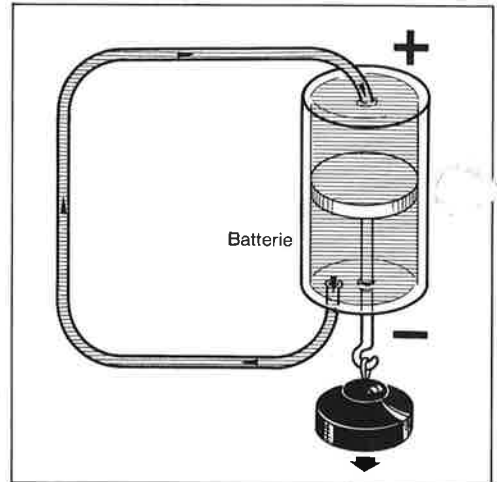

Abb. 4
Bei unseren ersten Versuchen haben wir vom „fließenden Strom“ und vom „Stromkreis“ gehört. Da man elektrischen Strom (Elektrizität) nicht sehen kann, wollen wir ersatzweise Wasser als bekanntes und sichtbares Element hinzuziehen. Ähnlich wie das Wasser durch einen Schlauch fließt, fließt auch der Strom durch unsere Verbindungskabel. Je dicker der Schlauch, um so mehr Wasser kann fließen. Das gleiche gilt auch für den elektrischen Strom. Das Wasser in unserer Wasserleitung fließt jedoch nur dann, wenn es durch Druck (z. B. eine Pumpe) in Bewegung gesetzt wird. Die Wassermenge, welche am Ende einer Wasserleitung herausfließt, muß am Anfang hineingepumpt werden. Während Wasser nicht unbedingt einen Wasserkreislauf benötigt, sondern auch „auslaufen“ kann, ist für den fließenden Strom ein „Stromkreis“ unbedingt erforderlich. Wir wollen die Verhältnisse im elektrischen Stromkreis mit denen in einem Wasserstromkreis gemäß Abb. 4 vergleichen: Wir sehen einen Glasbehälter mit beweglichem Kolben. Der Kolben unterteilt den Glaszylinder in eine obere und eine untere Kammer, wobei beide Kammern mit Wasser gefüllt sind. Durch eine außen vorbeilaufende Schlauchverbindung kann das Wasser von der unteren zur oberen Kammer fließen. Hierzu ist allerdings ein Druck notwendig. Was Glaszylinder und Gewicht beim Wasserstromkreis erreichen, bewirkt unsere Batterie im elektrischen Stromkreis. Der Wasserdruck ist gleichbedeutend mit der elektrischen Spannung, die in unserer Batterie erzeugt wird. Spannung mißt man in Volt (V). Unsere Batterie hat eine Spannung von 9 V. Damit die elektrische Spannung einen elektrischen Strom verursacht, ist es notwendig, daß ein Stromkreis geschlossen wird. Die Stärke des fließenden Stroms wird in Ampère (A) gemessen.
Nochmals zurück zur Abb. 4.